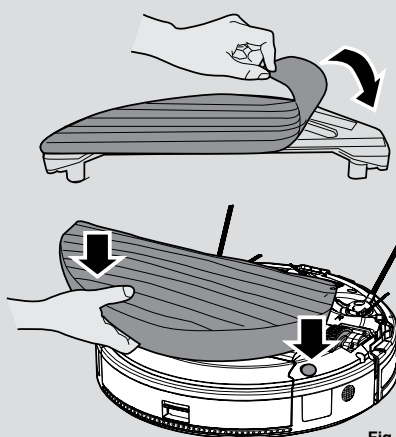

Fig. 15
3. Alinhar o depósito de água com a parte inferior do robot e empurrá-lo para a posição correta até ouvir um clique indicando que está devidamente fixado. [Fig. 15]